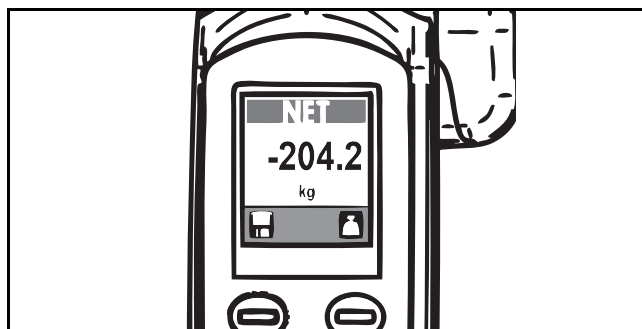

Fig. 67
2) Fullfør forflytningen av pasienten og ta pasienten vekk fra løfteren. Vekten viser et negativt tall (se Fig. 67).